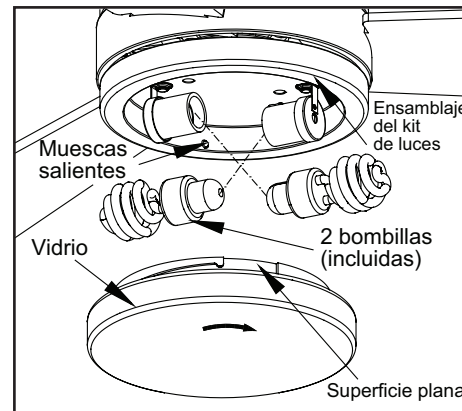

Figura 14
4. Con la electricidad cortada, instala las dos bombillas fluorescentes (de 13 W como máximo o bombillas incandescentes o LED equivalentes) enroscándolas en los portabombillas. (Figura 14)
5. Coloca la pantalla de vidrio en el conjunto del kit de luces, alineando las tres áreas planas en el reborde superior de la pantalla con las tres muescas salientes del conjunto. Gira la pantalla de vidrio de izquierda a derecha hasta que se detenga. (Figura 14)